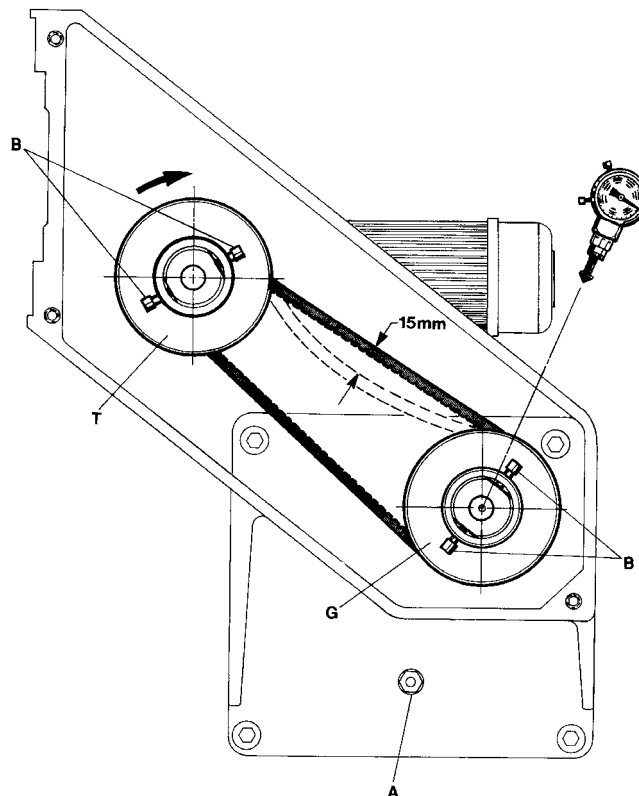

FIG. 2
The gears are lubricated once per month through the grease nipple (A, Fig. 2). We recommend to use grease UNSP No. 3003032.
Die Zahnräder werden einmal im Monat durch den Schmier-nippel (A, Fig. 2) mit Fett geschmiert. Wir empfehlen Fett UNSP Nr. 3003032.
Zum Messen und Einstellen der Zuführgeschwindigkeit entfernen Sie den oberen Deckel der Sackzuführeinrichtung. Schalten Sie die Sackzuführeinrichtung ein (das Transportband läuft dabei gleichzeitig mit) und messen Sie die Drehzahl der getriebenen Scheibe (siehe Fig. 2).
Start the feed-in device (the conveyor will run simultaneously) and measure the revolutions of the driven pulley (see Fig. 2).
Loosen screws (B, Fig. 2) of driving and driven pulley.
Lösen Sie die Schrauben (B, Fig. 2) in der treibenden und getriebenen Scheibe.
If the feed-in speed is too low and has to be increased, screw out driven pulley (G, Fig. 2) accordingly. Count the revolutions. Full and half revolutions are possible. Then screw in the driving pulley (T, Fig. 2) with the same amount of revolutions.
Ist die Zuführgeschwindigkeit zu niedrig und muß erhöht werden, schrauben Sie die getriebene Scheibe (G, Fig. 2) entsprechend heraus. Zählen Sie die Umdrehungen. Es sind sowohl halbe wie ganze Umdrehungen möglich. Schrauben Sie anschließend die treibende Scheibe (T, Fig. 2) um die gleiche Anzahl Umdrehungen hinein.
If the feed-in speed is too high and has to be reduced, screw out the driving pulley (T, Fig. 2) accordingly. Count the revolutions. Then screw in the driven pulley (G, Fig. 2) with the same amount of revolutions.
Retighten screws (B, Fig. 2) on the flats of pulleys and measure the revolutions on driven pulley (G, Fig. 2), to check if the feed-in speed corresponds with the conveyor speed.
**NOTE:** The V-belt pulleys (G and T, Fig. 2) have to be assembled aligned with each other.
Check the tension of the V-belt. The belt tension is correct, when the V-belt can be depressed manually by 15 mm (19/32 in.) (see Fig. 2).
Ist die Zuführgeschwindigkeit zu hoch und muß reduziert werden, schrauben Sie die treibende Scheibe (T, Fig. 2) entsprechend heraus, zählen Sie die Umdrehungen und drehen dann die getriebene Scheibe (G, Fig. 2) um die gleiche Anzahl Umdrehungen hinein.
Ziehen Sie die Schrauben (B, Fig. 2) wieder auf den Flächen der Scheiben an und messen Sie die Drehzahl an der getriebenen Scheibe (G, Fig. 2), um zu prüfen, ob die Zuführgeschwindigkeit der Transportgeschwindigkeit entspricht.
**BEACHTEN SIE:** Die Keilriemenscheiben (G und T, Fig. 2) müssen beim Montieren fluchtend zueinander ausgerichtet werden!
Prüfen Sie die Spannung des Keilriemens. Die Riemenspannung ist richtig, wenn der Keilriemen etwa 15 mm von Hand eingedrückt werden kann (siehe Fig. 2).